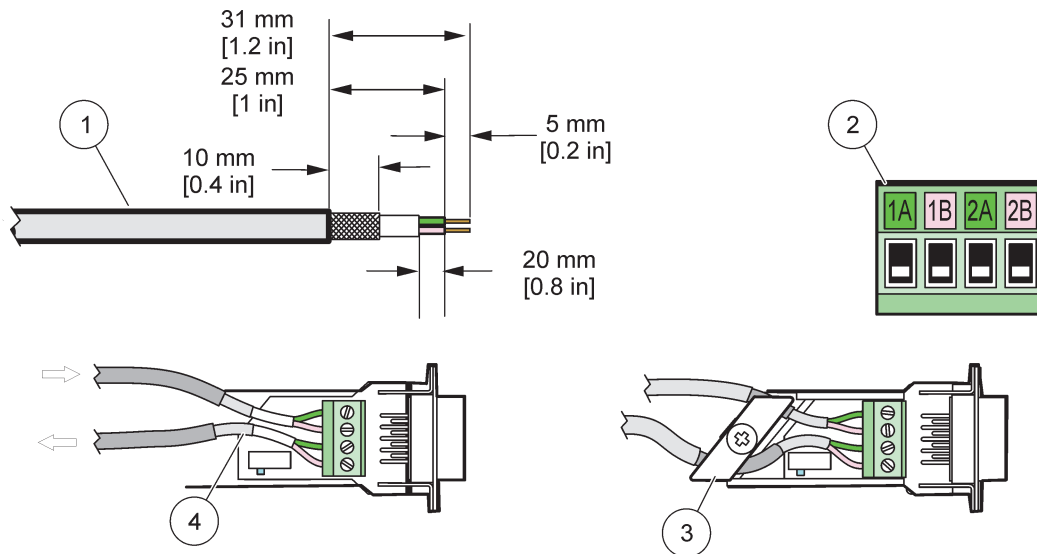

Bild 29 Entfernen Sie die Isolierung vom Kommunikationskabel.
1. Ziehen Sie die Isolierung vom Netzkabel ab (Bild 29).